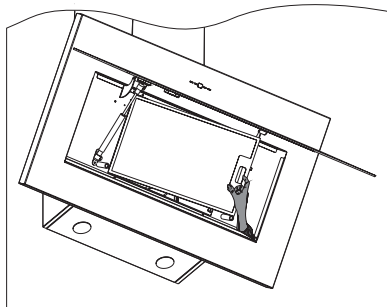
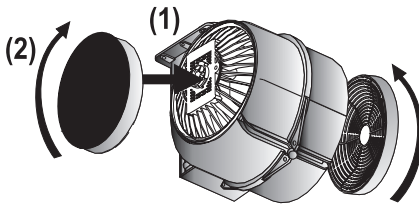

Abb. 9: Metallfettfilter entnehmen, bzw. einsetzen
Abb. 10: Einsetzen des Aktivkohlefilters
- Griffleiste des Metallfettfilters nach links drücken (⇒ Abb. 9).
- Zum Wiedereinsetzen den trockenen Metallfettfilter links mit den Laschen einsetzen, Griffleiste drücken, Filter nach hinten in den Rahmen einsetzen und Griffleiste loslassen, damit der Filter in den Rahmen einrastet (⇒ Abb. 9).
Randabsaugungsplatte aus der Arretierung lösen und nach vorne klappen (rückseitige Scharniere verhindern ein Herausfallen) (Abb. 9).
- Griffleiste des Metallfettfilters nach unten drücken (Abb. 10).
- Nach Austausch des Aktivkohlefilters den Metallfettfilter wieder einsetzen (Abb. 10) und die Randabsaugungsplatte schließen (Abb. 9).